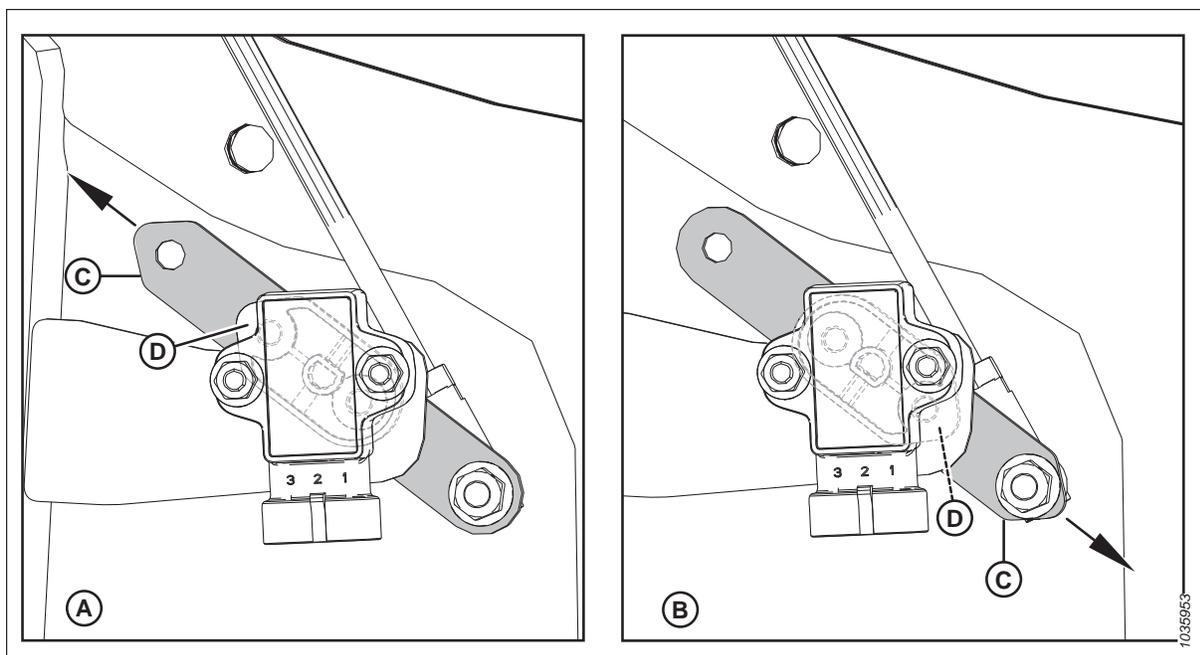

Figure 3.149: Configurations du bras/pointeur du capteur
4. Veillez à ce que le bras (C) et le pointeur (D) du capteur soient configurés correctement pour la plateforme. Pour obtenir des instructions, consultez la figure 3.149, page 149.